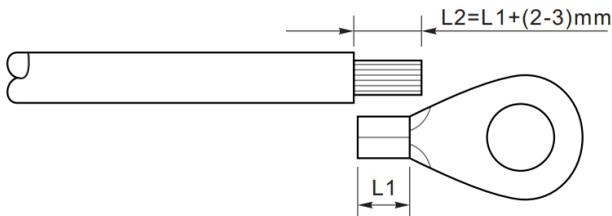

Abbildung 5-2 Anleitung zum Erdungsanschluss(1)
**Schritt 1:** Entfernen Sie die Isolationsschicht mit einer Abisolierzange in geeigneter Länge (siehe Abbildung 5-2).